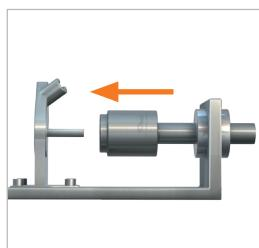
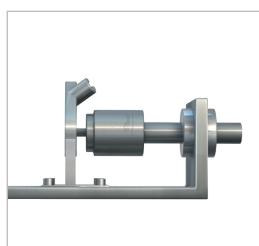

Figure 1
Figure 2
- ▶ Insérez le connecteur dans l'axe en butée sur la pièce d'essai (*Figure 1 et Figure 2*). Le joint frontal est ainsi préservé des dommages causés par d'éventuels bords saillants de la pièce d'essai et le bon raccordement est garanti.